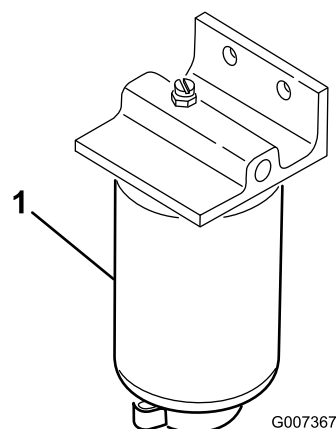

Figura 40
2. Pulite la superficie circostante la scatola del filtro (Figura 40).
4. Aprite il tappo di spurgo del filtro e la valvola di sfiato (Figura 40).